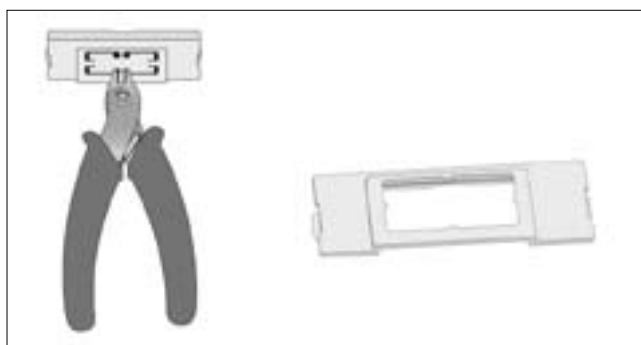

Рис. 2
Нажав и удерживая в течение 10 секунд кнопки ВВЕРХ + ВВОД + ВНИЗ, на любой пульт управления можно вывести экран NetSTAT с информацией о конфигурации локальной сети (рис. 2).
2. Удалите пластиковую заглушку, обеспечив доступ к 3-полюсному разъему платы через отверстие в крышке (рис. 2);